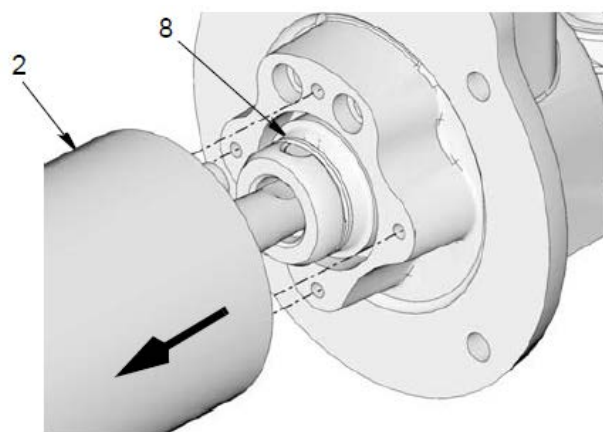

Рис. 17
10. Потяните вниз адаптер насоса (2), чтобы облегчить доступ к прижимной пружине (8) (рис. 17).